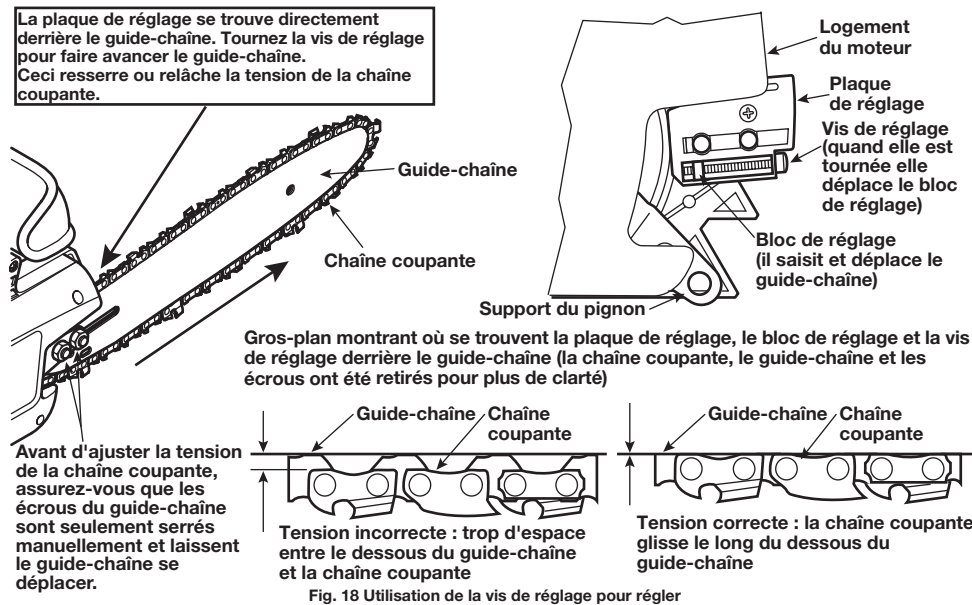

Fig. 18 Utilisation de la vis de réglage pour régler
1. Avant de régler la chaîne, vérifiez que les deux écrous du guide-chaîne sont seulement manuellement serrés (Fig. 18). Vérifiez également que le bloc de réglage se trouve dans l'orifice ovale de réglage du guide-chaîne (Fig. 18).
2. Utilisez un tournevis plat pour tourner la vis de réglage dans le sens horaire (Fig. 18).
- REMARQUE :** Il ne doit y avoir aucun espace entre les maillons de la chaîne et le dessous du guide-chaîne. (voir Fig. 18)